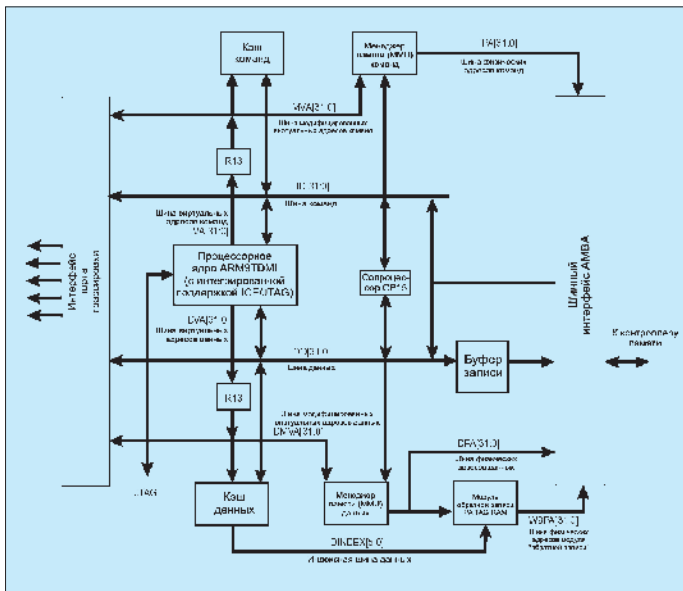

Рис. 1. Структура встроенного процессора ARM920T
- На рис.1 приведена структура встроенного в микроконтроллер процессора ARM920T. Он принадлежит к семейству ARM9™ Thumb® высокопроизводительных 32-разрядных SOC-процессоров. Процессор содержит следующие базовые блоки:
Из рис.1 видно, что микроконтроллер AT91RM9200 фактически имеет процессорное ядро ARM920T, основанное на процессоре ARM9TDMI. Ядро ARM9TDMI работает с 32-бит ARM или 16-бит Thumb® командами. Оно построено по Гарвардской архитектуре с отдельными шинами команд и данных. Конвейерная архитектура процессора предусматривает пять стадий выполнения команды: выборку команды, декодирование, выполнение, доступ к памяти, запись в регистр. ARM9TDMI, основанный на ARM-архитектуре, поддерживает семь процессорных режимов.